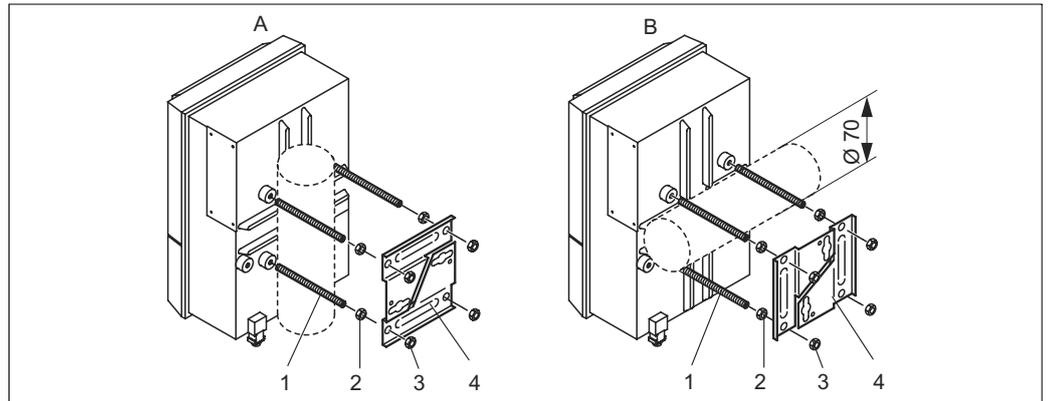

Fig. 13: Montage sur mât
1. Vissez les quatre vis de fixation (pos. 1) dans les trous filetés sur le transmetteur.
2. Bloquez chacune des vis avec un écrou (pos. 2).
4. Poussez les plaques de fixation (pos. 4) sur les vis de fixation selon la Fig. 13.
5. Bloquez chaque vis avec un écrou (pos. 3) et serrez-les de sorte que le transmetteur soit fermement fixé au mât ou à la conduite.